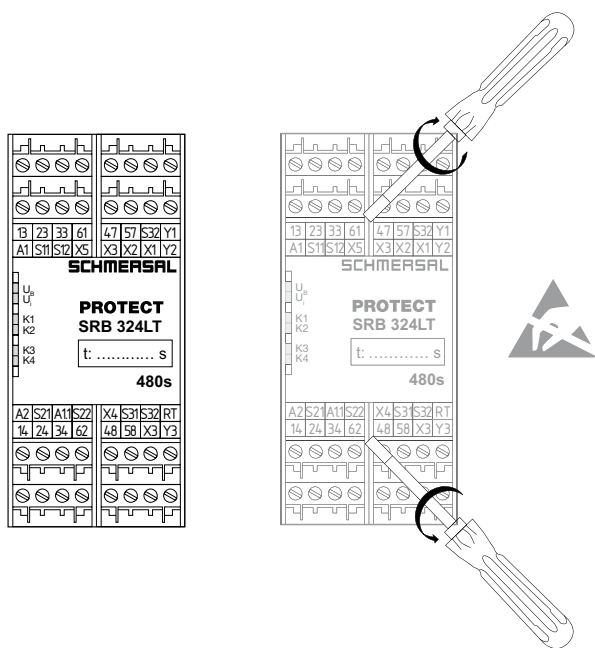

Fig. 1 Fig. 2
5.2 Dati morsetti (vedere Fig. 1)